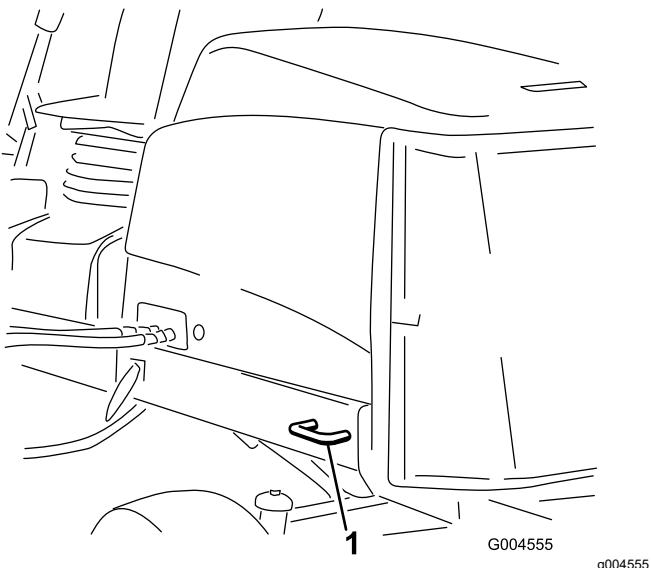

Рисунок 26
- Задняя часть машины** — с каждой стороны машины на задней раме (Рисунок 26).